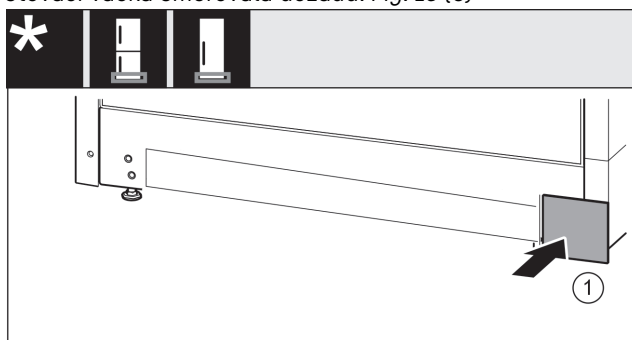

Fig. 17
- Kryt opět nasadte na druhé straně. *Fig. 17 (1)*